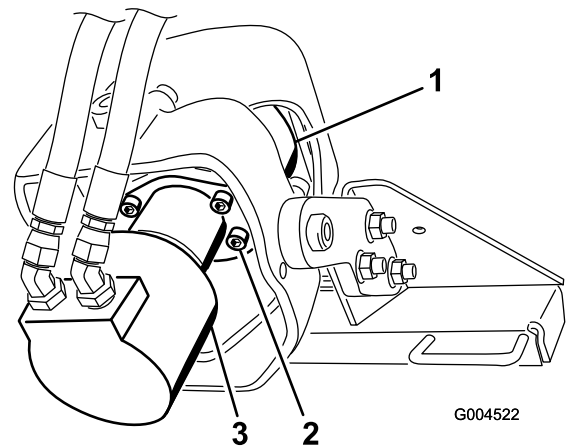

Рисунок 11
1. Удерживайте приводную головку над масляным поддоном (Рисунок 11).